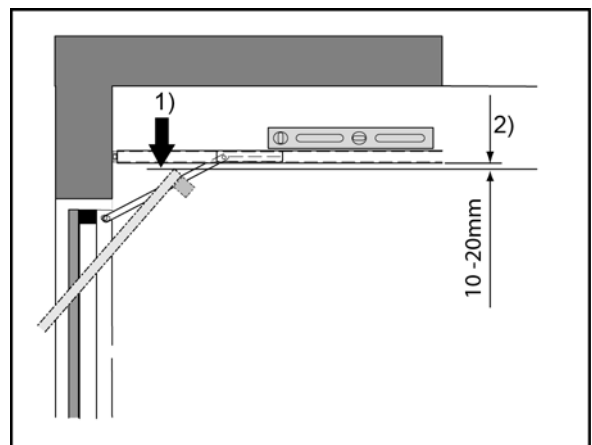

Рис. 14
Шина должна быть вмонтирована на такой высоте, чтобы между самой высокой точкой ворот (1) (самая высокая точка в данном случае та, которую может достичь часть ворот во время движения) и нижней границей шины (2) оставалось около 10-20 мм. (Рис. 14).